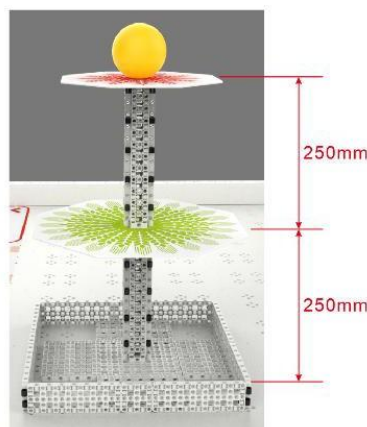

图 4 种植塔区及种植塔高度示意图
1. 种植塔区：每个基础场地中央有种植塔，分底（正方形，边长约 370mm，四周有一圈高约 50mm 的围栏）、中（正八边形，直径 ≤ 360 mm，绿色稻穗纹）、顶（正八边形，直径 ≤ 260 mm，红色麦芒纹）三层，中层离地 250mm ± 5 ，顶层离地 500mm ± 5 ，顶层放置“五谷宝珠”（黄色球体，直径约 90mm，EVA 塑料泡沫材质）。如图 4 所示。